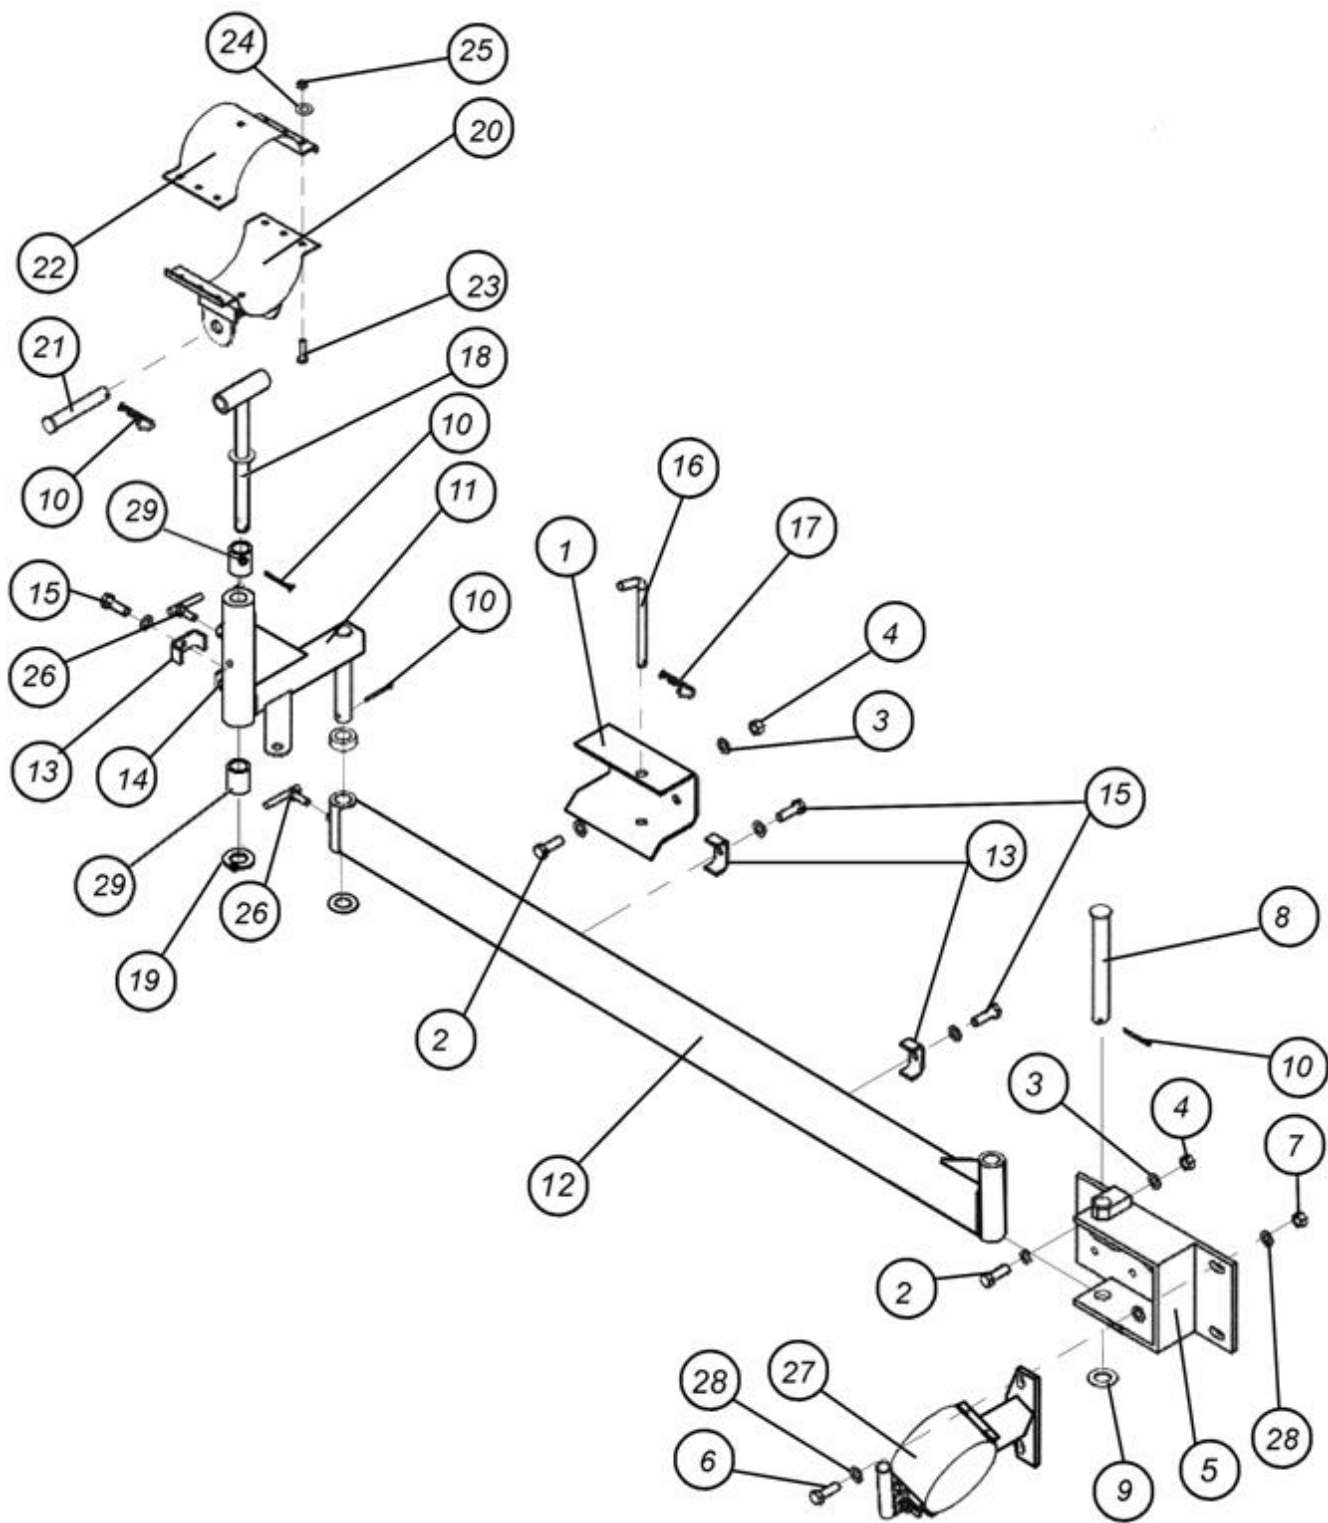

Рис. 7.2.17.1. Манипулятор шнека
7.2.17.1. Манипулятор шнека Ø225 (бункер V=10м3) (рис. 7.2.17.2)